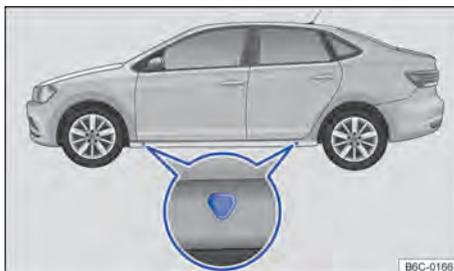

Fig. 166 Pontos de apoio do macaco.
O macaco somente pode ser posicionado nos pontos de apoio indicados (marcação na carroceria) → Fig. 166. É válido o ponto de apoio localizado próximo à roda correspondente → ▲.
7. Procurar sob o veículo o ponto de apoio do macaco → Fig. 166, mais próximo da roda a ser trocada.